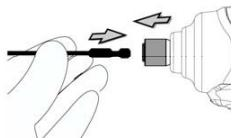

Fig. 1
1. Trek voor het plaatsen van bits dehouder in de richting van de pijl en plaats het bit in dehouder totdat het bit niet meer verder kan. Laat vervolgens dehouder los om het bit vast te zetten. Zoals aangegeven in (Fig 1).